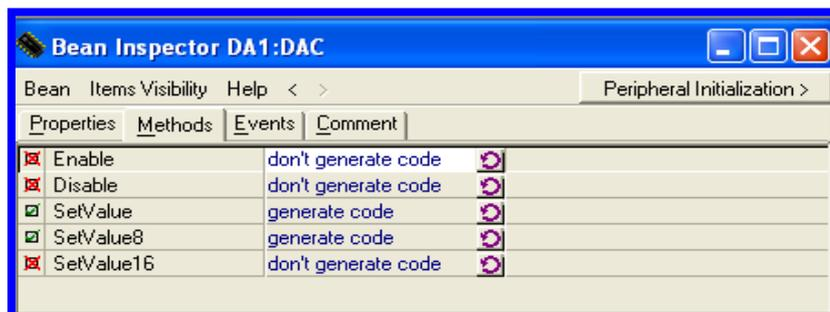

Figura 4.105 Habilitación de funciones del DAC (señal desfasada).
7.- Una parte importante para considerar es dar de alta la función que nos permita una conversión utilizando 8 bits. Este configuración (Figura 4.105) se puede realizar en la ventana anterior en el botón Methods.